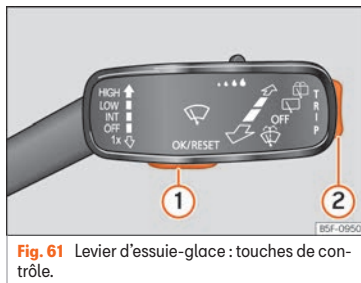

Fig. 61 Levier d'essuie-glace : touches de contrôle.
Lorsqu'un message d'avertissement de priorité 1 » page 75 s'affiche, aucun menu n'est accessible. Certaines alertes peuvent être confirmées et masquées en appuyant sur la touche » fig. 61 ①.